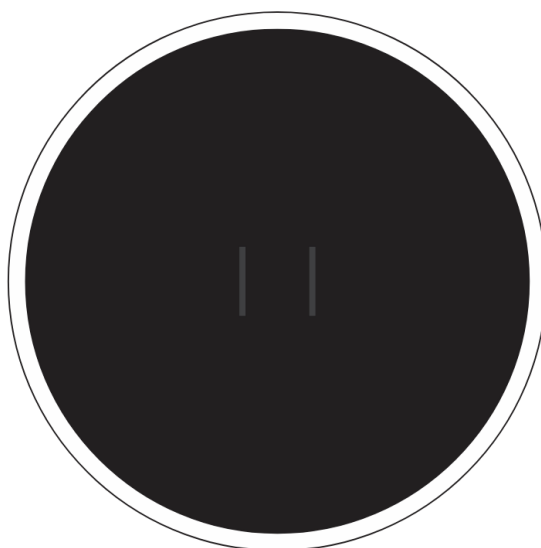

Figura 7: Dojô.
- 3.3.1. O Dojô (ringue de sumô) é o local é realizada a partida de Sumô e pode ser observado na Figura 7. O interior do Dojô tem formato circular e é composto por uma superfície preta circundada por uma faixa branca. Qualquer lugar fora da borda externa da faixa branca é chamado de parte exterior.